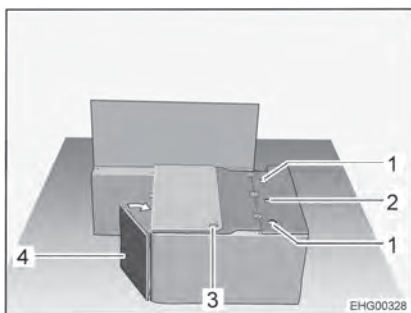

Bild 21 Under ombyggnaden
- Sväng den främre väggen på sittbänken (Bild 21,4) i riktning mot sidoväggen.
- För säkerhetsbältet med bälteåset genom öppningen (Bild 21,3) i sittbänkslocket.
- Sätt i ryggstödet på den hopfällbara stolen i sidofästena (Bild 21,1) och dra åt stjärngreppsskruven på det mittersta fästet (Bild 21,2) handfast.